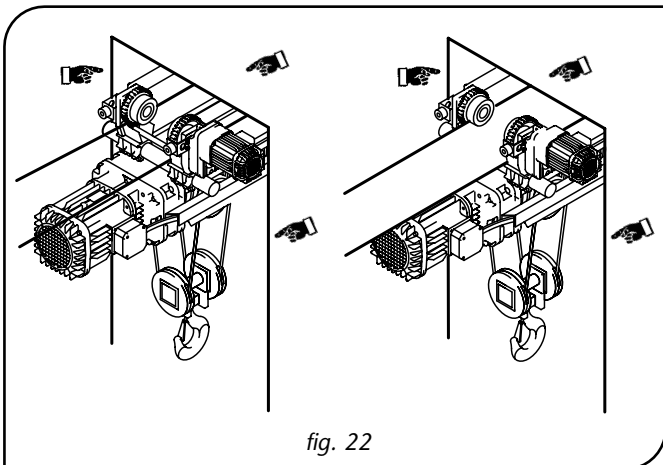

fig. 22
- Verificare la quota di installazione ed i relativi spazi di manovra a disposizione del paranco in relazione alla sua sagoma di ingombro (fig. 22).